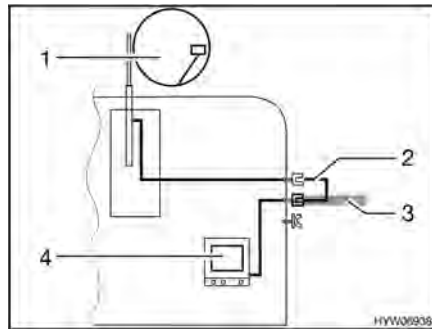

Fig. 125 TV dans le véhicule
- TV dans le véhicule (Fig. 125,4) : Raccord à l'antenne sur le toit (Fig. 125,1) avec câble d'alimentation (Fig. 125,2)
- TV dans le véhicule (Fig. 125,4) : Raccord à l'antenne extérieure (Fig. 125,3)